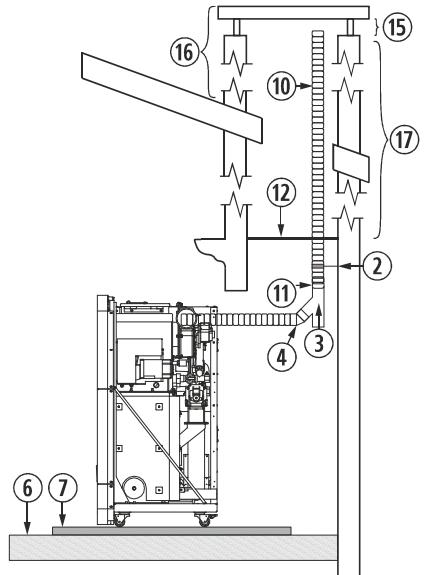

Figura 8
- 4.26.** La instalación de un encastrable en una chimenea de obra se puede realizar en toda su totalidad en tubo flexible, tal y como indica la *figura 8*. Debemos tener especial cuidado a la hora de realizar el aislamiento entre la chimenea y el tubo de la salida de gases, para evitar posibles retrocesos de gases en caso de tormenta.